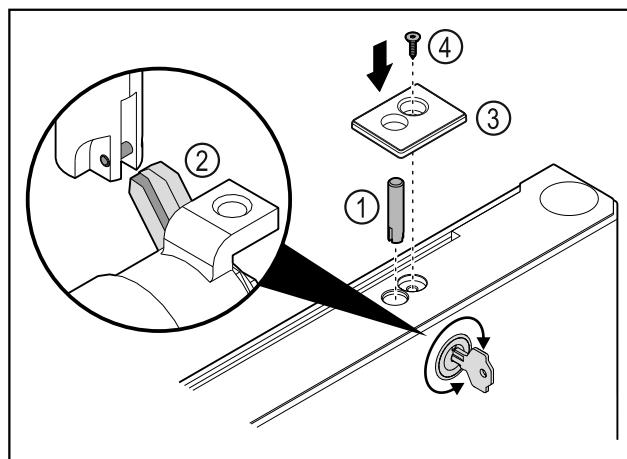

Fig. 47
- Slotbout Fig. 47 (1) plaatsen.
- Slot iets draaien zodat slotbout Fig. 47 (2) in sleuf van slot vergrendelt.
- Afdekking Fig. 47 (3) plaatsen.
- Schroef Fig. 47 (4) plaatsen.